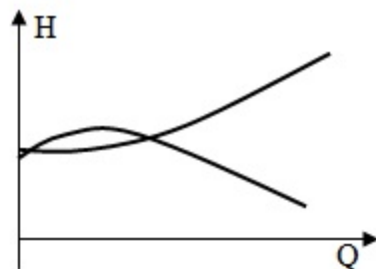

Рис.5 Несійкий режим роботи.
- 3 Несійкий (рис. 5) — якщо характеристики перетинаються в двох і більше точках.